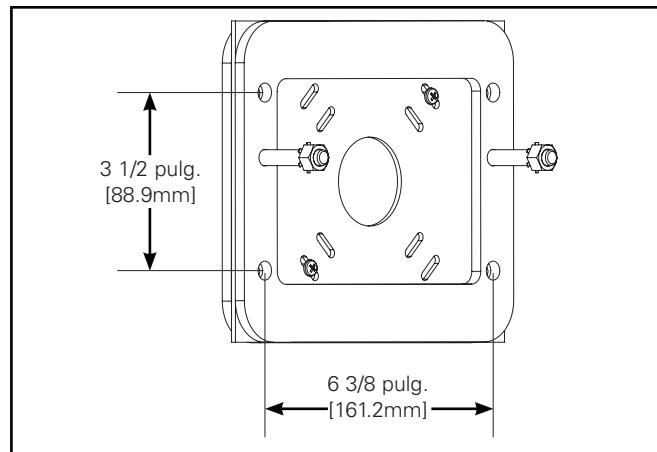

Figura 6.
3. Además de los tornillos suministrados con la caja de conexión, la unidad debe ser sujetada por tornillos de anclaje de 1/4 pulg. (suministrados por otros) instalados a través de los cuatro orificios provistos. (Figura 6).